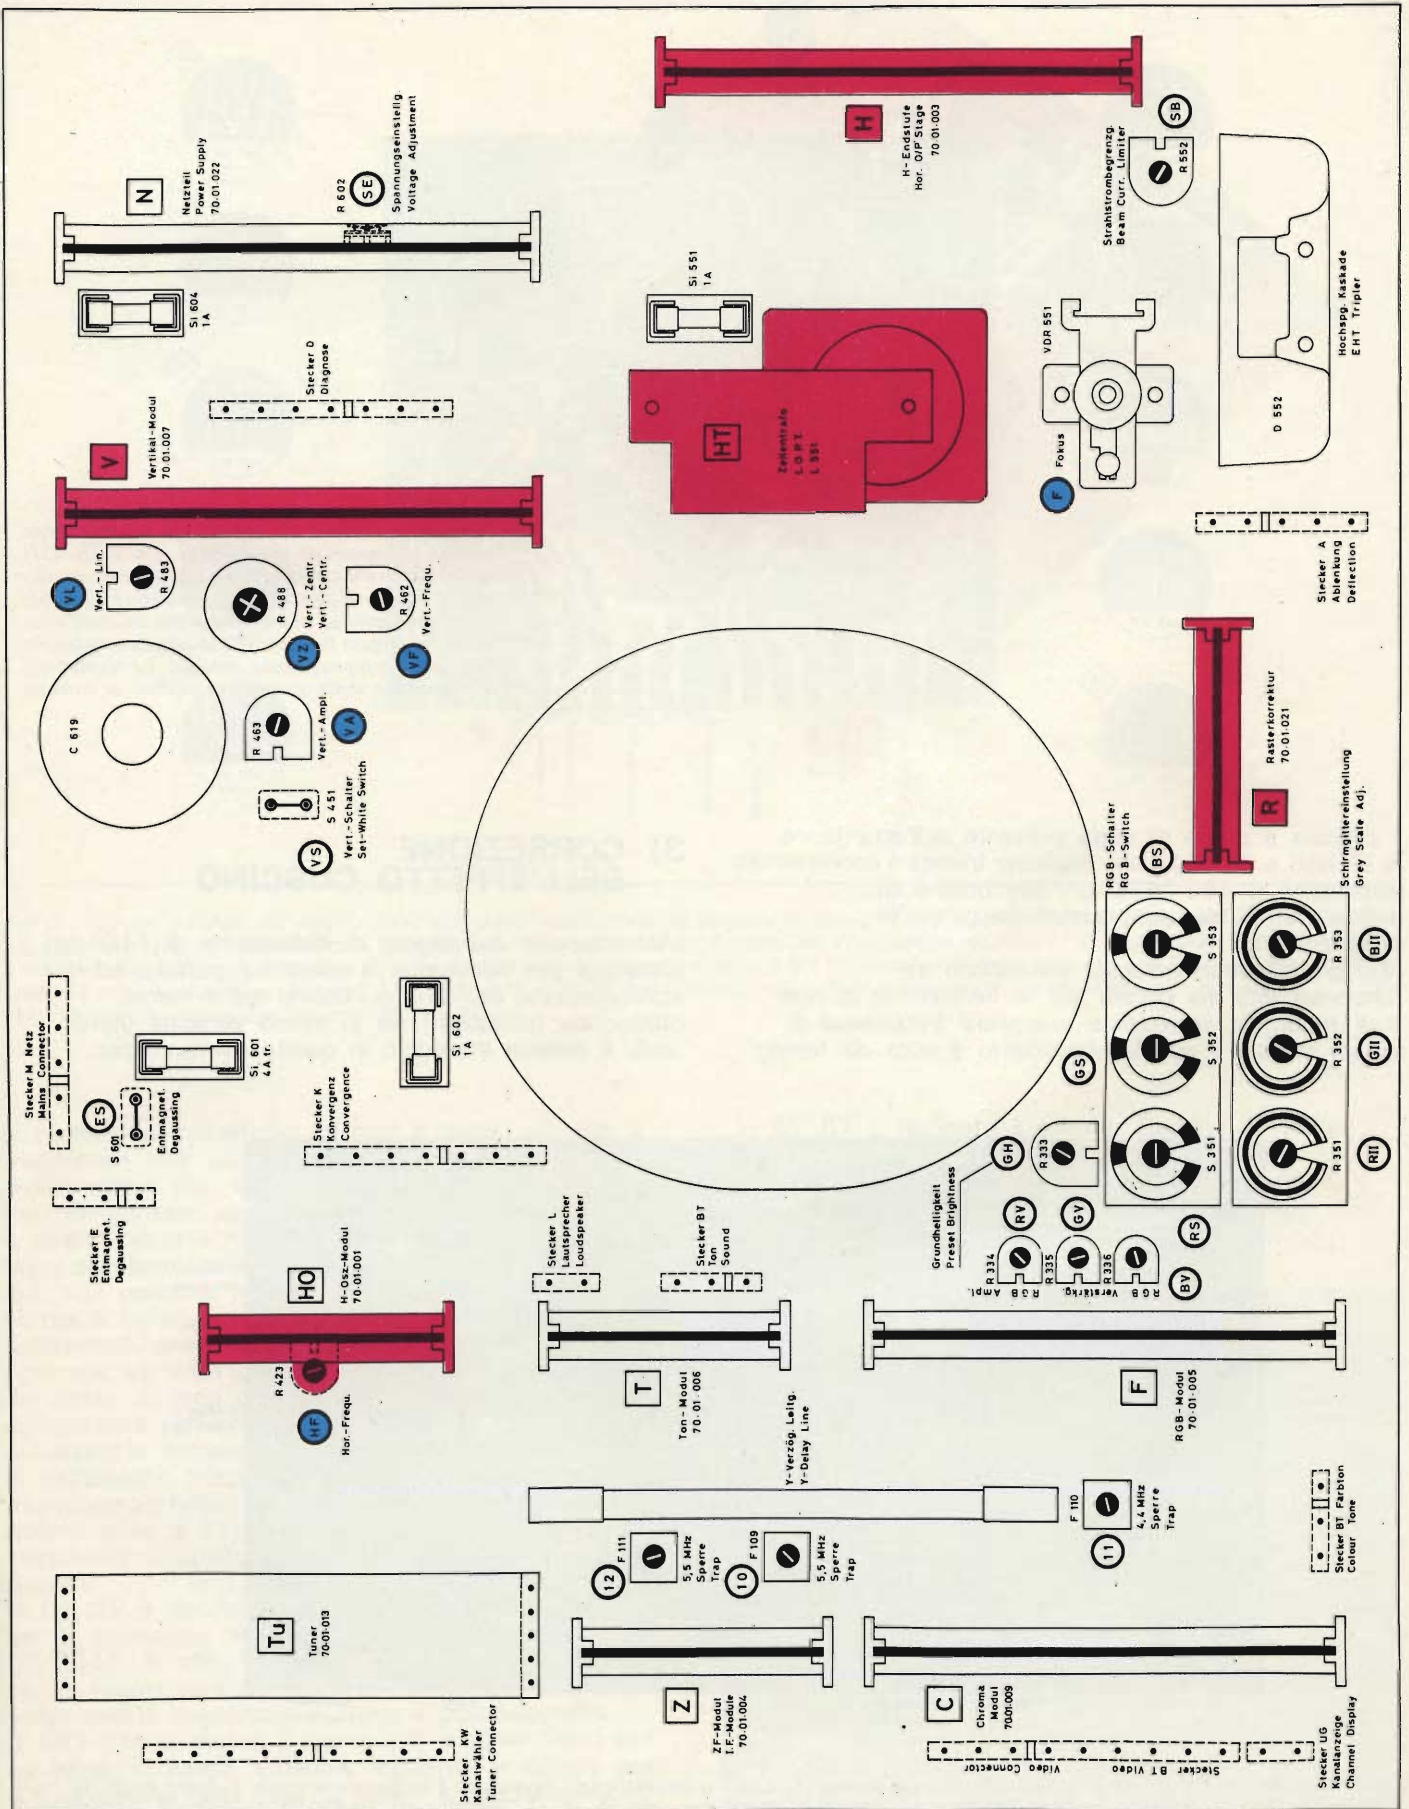

Fig. 61 - Chassis visto dal lato componenti. Sono messi in evidenza i moduli e i punti di regolazione per la messa a punto dei circuiti descritti.
e dallo schema di fig. 61; esternamente si trova anche il potenziometro per il centraggio del quadro in senso verticale.
Fig. 62 - Modulo dei circuiti per la deflessione verticale. I transistori in alto (TR 456 e TR 457) montati in simmetria complementare appartengono allo stadio finale di quadro; il transistor di pilotaggio è il TR 455. Questi transistori sono montati su un radiatore di calore in alluminio annerito che non figura in fotografia in quanto si volevano mettere in evidenza tutti i componenti del modulo. Le regolazioni dell'ampiezza, della linearità e della frequenza verticale si trovano sullo chassis (Fig. 61).
Per le operazioni di taratura che qui di seguito illustreremo sarà opportuno tenere sott'occhio la fig. 61 nella quale sono indicati gli elementi da regolare (trimmer o induttanze) che non si trovano sui moduli ma sulla piastra-base del televisore.
- 2) Regolare l'ampiezza verticale agendo su VA (fig. 61). L'immagine dovrebbe superare di circa 10 mm i bordi rispettivamente superiore e inferiore dello schermo.